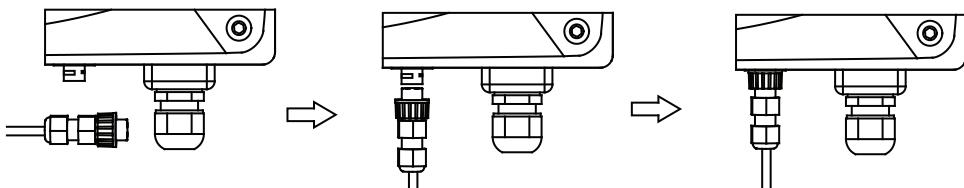

Figura 37 Collegamento dettagliato
- (1) Collegare il connettore di comunicazione configurato per l'inverter al terminale RS485 dell'inverter, come illustrato nella figura 37;